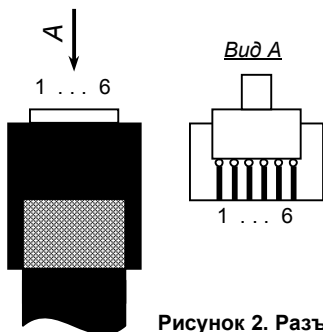

Рисунок 2. Разъем
**ВНИМАНИЕ!** Цвет проводников кабеля может отличаться от указанного в таблице. Цвет проводников внутри розетки не совпадает с цветом проводников кабеля. Выполняйте подключение, исходя из нумерации проводников в разъеме согласно рис. 2 и из порядка контактов в розетке.